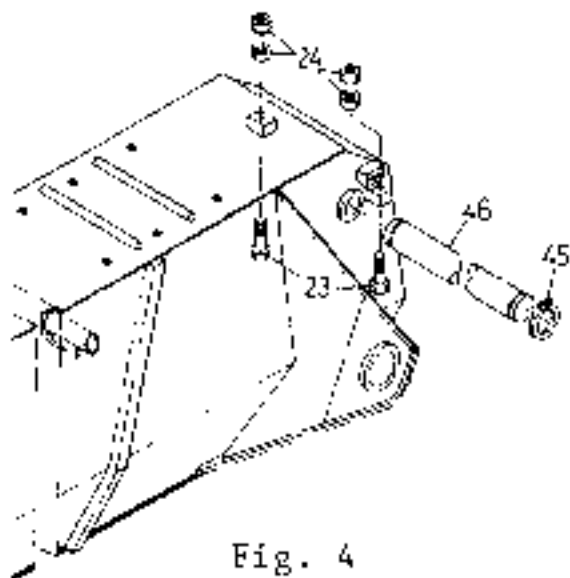

Fig. 4
1. Withdraw pin ④ which connects the base boom section and the No. 1 cylinder. Then loosen nuts ② and remove bolts ③ for buckling prevention. (Fig. 4)
1. ベースブームとNo.1シリンダを固定しているピン④を抜く。次に、ナット②を緩めて巻部防止用のボルト③を外す。(Fig. 4)